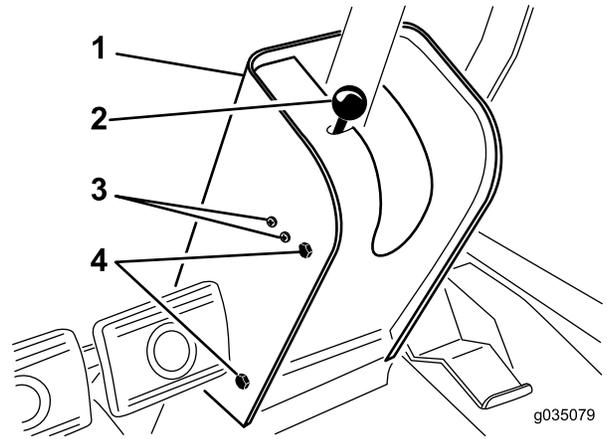

図 75
2. 駐車ブレーキロッドのノブを外し、次にハンドルタワーのカバーを止めているねじを外す 図 75。
4. 駐車ブレーキスイッチを固定しているねじとナットタワーの左側をゆるめる 図 75。